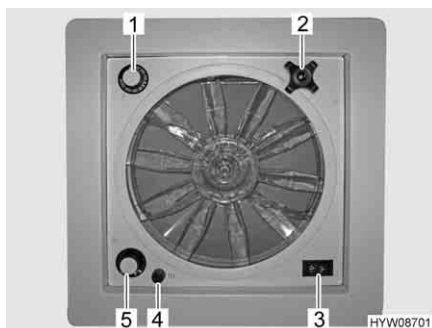

Fig. 78 Oblò con ventilatore
- ▷ Un fusibile da 4 A (Fig. 78,4) protegge da sovraccarico il motore del ventilatore. Se si verifica un sovraccarico: Per prima cosa individuare ed eliminare la causa (ad es. il ventilatore è sporco), poi sostituire il fusibile.
Apertura oblò: ■ Ruotare la maniglia girevole (Fig. 78,2), finché non si raggiunge l'angolo di apertura desiderato.
Aerazione/sfiato: ■ Portare l'interruttore a levetta (Fig. 78,3) su "Aerazione" (flusso d'aria dall'esterno verso l'interno) o "Sfiato" (flusso d'aria dall'interno verso l'esterno).
Spegnimento del ventilatore: ■ Portare l'interruttore a levetta (Fig. 78,3) sulla posizione centrale.
Impostazione della velocità del ventilatore: ■ Posizionare l'interruttore girevole (Fig. 78,5) sul grado desiderato:
- Ruotare il termostato (Fig. 78,1) fino alla battuta in direzione "blu".
- Ruotare il cappuccio nero (Fig. 78,4) di un quarto di giro in senso antiorario.